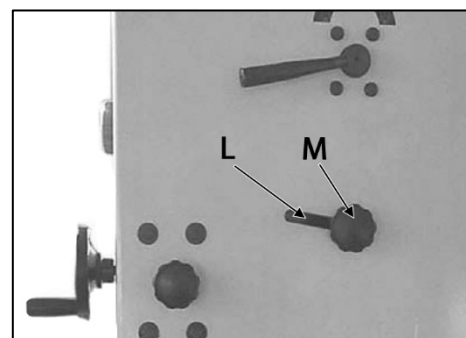

Рисунок 8.
Для корректировки траектории движения пыльного полотна ослабьте ручку блокировки положения верхнего шкива (L) (рис. 8). Осторожно поворачивайте рукой верхний шкив, не касаясь полотна. Вращайте ручку регулировки (M) по или против часовой стрелки до тех пор, пока полотно не переместится к центру бандаж.